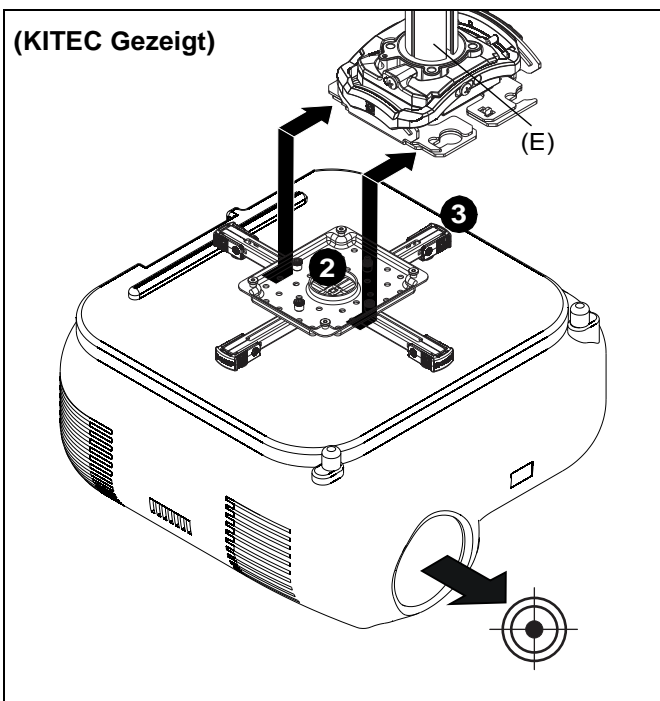

Abb. 20
1. Richten Sie den Projektor mit der Anschlussplatte aus. (Siehe Abb. 20)
2. Halten Sie den Projektor so, dass die Schrauben mit den Flügelmuttern nach den Montageschlitz in der Montagebasis ausgerichtet sind. (Siehe Abb. 20)
3. Schieben Sie den Projektor mit der Anschlussplatte in die Montageschlitze der Montagebasis, bis sich die Schrauben am hinteren Ende der Schlitze befinden. (Siehe Abb. 20)